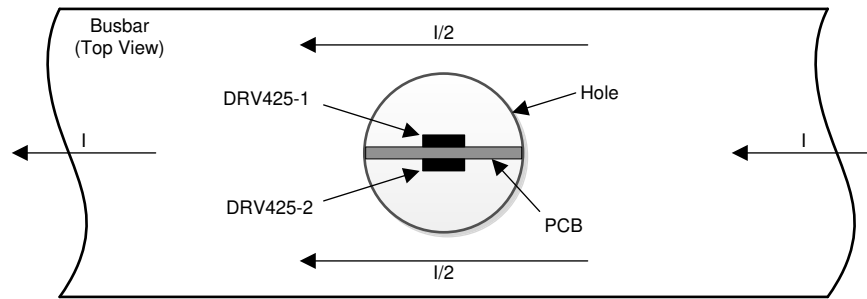
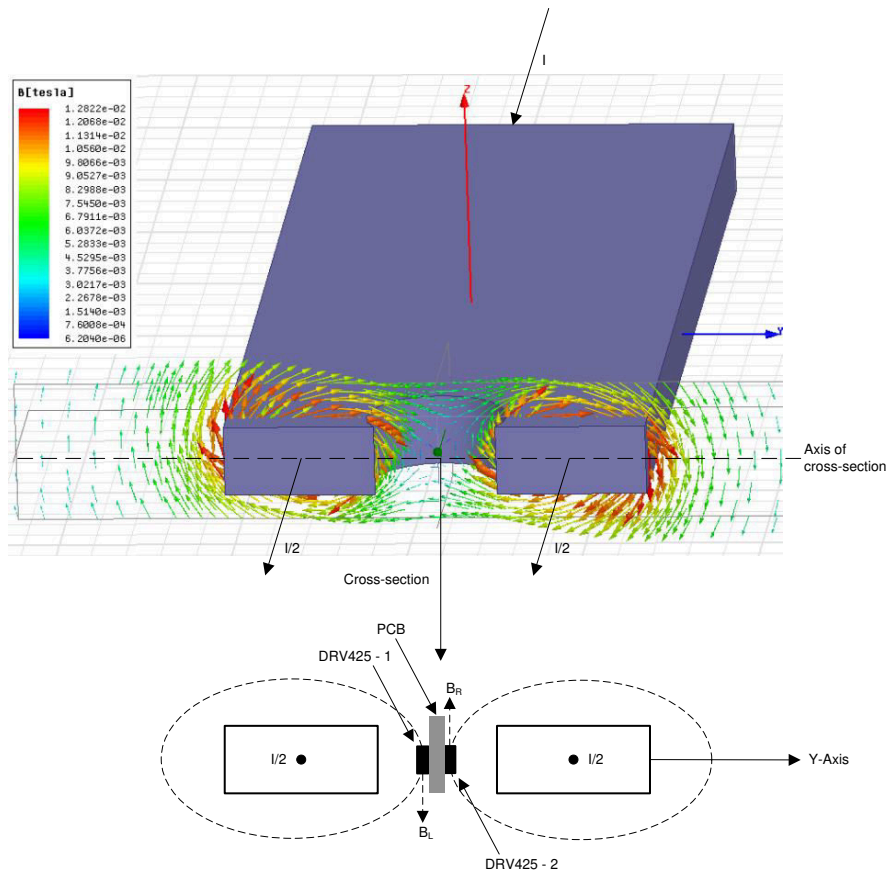

图 7-5. 母线电流检测
图 7-6. 母线孔洞内的磁场分布
图 7-5 展示了采用两个 DRV425 器件的替代方法。如果在母线中间部位钻孔，电流拆分为两个相同大小的电流，在该孔洞中产生相反方向的磁场梯度。这些磁场在图 7-6 中称为 B_R 和 B_L 。反相磁场在孔洞中间部位互相抵消。在相对于孔洞中部等距离布置的两个 DRV425 器件具有高灵敏度和线性度，可以检测较小的反向磁场并以高精度测量电流。差分测量抑制产生共模误差的外部磁场，而共模误差会从输出中减去。
2. 施加电流通过母线，并沿母线孔洞中的 y 轴移动 PCB，如图 7-6 所示。如果 $V_{CM} = V_{OFFSET}$ ，则 PCB 位于孔洞的中心。